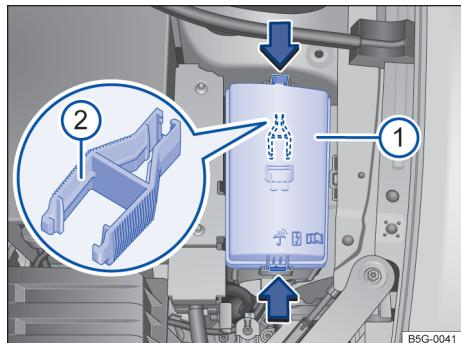

Fig. 159 No compartimento do motor: cobertura (1) da caixa de fusíveis com pinças de plástico (2).
- Para desbloquear a cobertura da caixa de fusíveis, pressione os botões de travamento no sentido indicado pelas setas → Fig. 159.